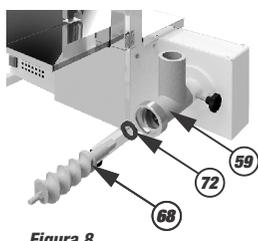
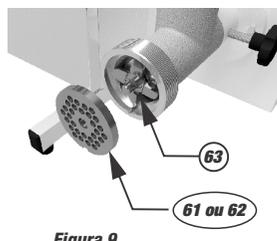

Figura 8
Figura 9
- Em seguida coloque a rosca sem fim (68) e a arruela de celeron (72) dentro do corpo da boca (59) conforme **figura 8**, em seguida a faca cruzeta (63) e o disco para moer escolhido (61 ou 62) conforme **figura 9**.
IMPORTANTE : A faca cruzeta (63) deve ser colocada de modo que o lado de corte fique em contato com o disco para moer (61 ou 62) conforme **figura 9**.